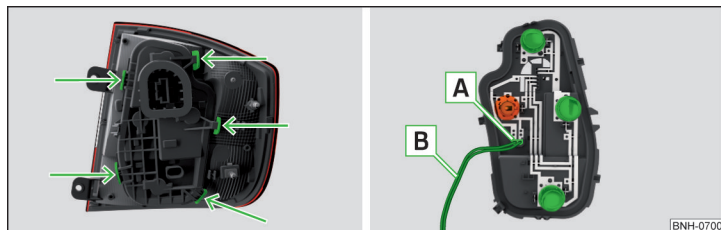

Fig. 270 Parte exterior de las luces/ Soporte con bombillas
- › Desbloquee el portalámparas en las áreas señaladas con las flechas » fig. 270 y extraerla de la lámpara.
- Antes de colocar el portalámparas verificar en la lámpara, si el conector **A** » fig. 270 está colocado correctamente entre la lámpara y el portalámparas.